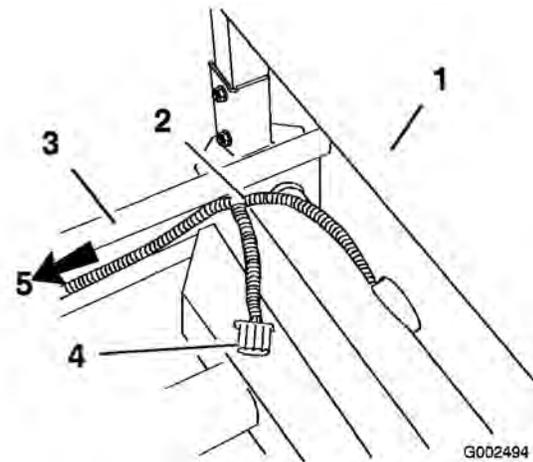

図 9
11. ROPS カバーのところ(座席アセンブリ後部)で、ハーネスを立ち上げてフレームの上に出し。散布システム用の電源コネクタが車両下部から上に出るようにする(図 9)。
12. 左フレームに沿って新旧のハーネスを車両後部の速度センサーまで引きもどす(図 9)。